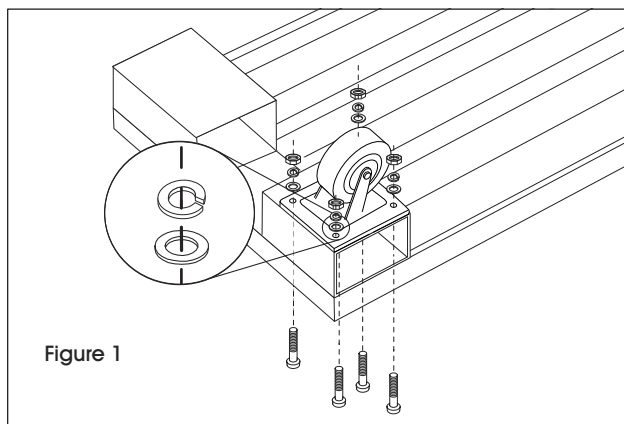

Figure 1
1. Placez la plateforme sur une surface lisse non marquante, avec la face supérieure orientée vers le bas. Fixez les roulettes pivotantes sur la plateforme avec les petits boulons de carrosserie, les petits écrous, les petites rondelles de blocage et les petites rondelles. (Voir Figure 1)